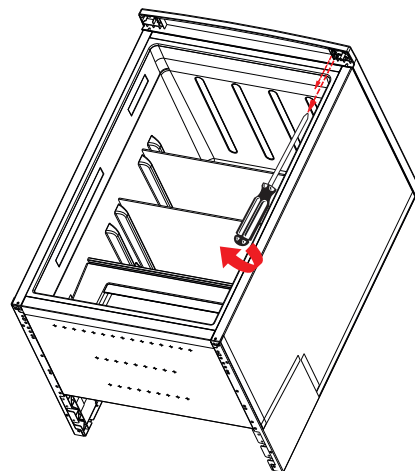

Fig. 11
- ▶ Desatornille los dos tornillos de sujeción de la bisagra superior de la puerta de la cámara frigorífica con un destornillador de estrella y extraiga la bisagra de la carcasa del frigorífico (fig. 11).